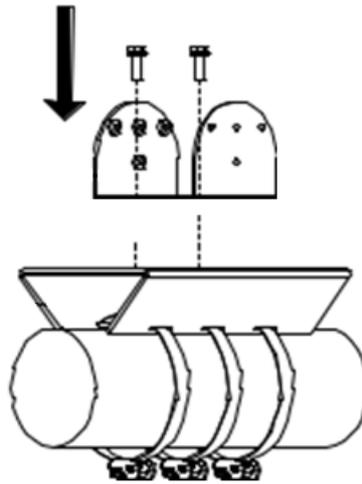

Рисунок 2.16
5) Присоедините к крепежу на балке карданный шарнир (рис. 2.16).